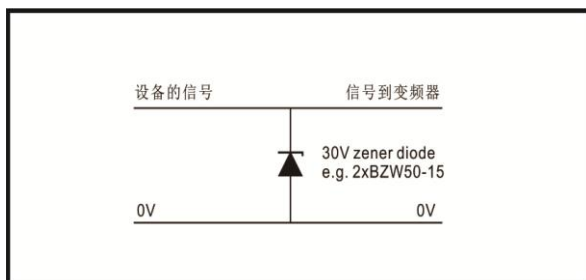
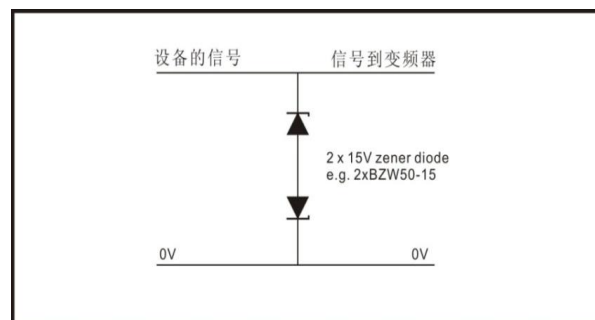

图 3-50 数字及单极输入输出过压抑制
图 3-51 模拟及双极输入输出过压抑制
3. 额外的过压抑制-对于模拟和数字输入输出, 可将稳压二极管网络或商业使用的过压抑制器输入电路并联, 见图3-50和图3-51。